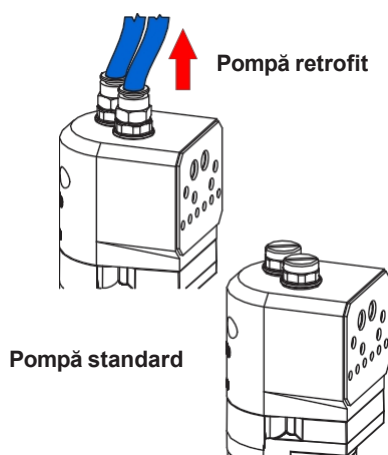

Figura 15 Scoaterea tubului de aer de purjare
1. A se vedea figura 15. Efectuați o schimbare de culoare pentru a elimina pulberea veche din pompă, apoi reduceți presiunea aerului din sistem și deconectați tubulatura de aer de purjare.